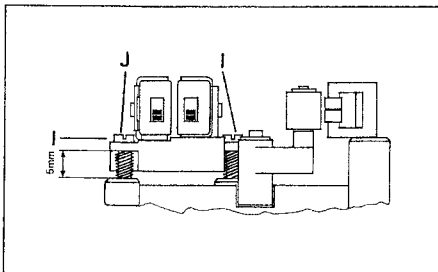

Fig. 3.7
- Die Höhe des Aufnahme-/Wiedergabekopfes ist mit den Schrauben [I] auf 5 mm vor einzustellen (Fig. 3.7).
- Preadjust the azimuth of the record/reproduce head with the two screws [I] to 5 mm (Fig. 3.7).
- Ajustez la hauteur de la tête d'enregistrement/lecture à 5 mm grâce aux deux vis [I] (fig. 3.7).